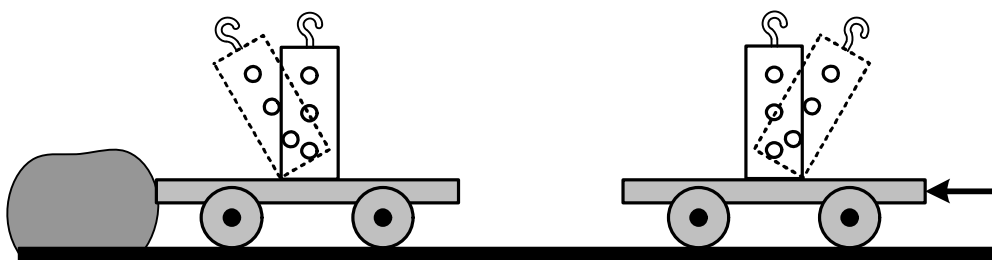

Рис. 3
1. Для демонстрації явища інерції можна скористатись візком з вертикально розташованим на ньому дерев'яним бруском (рис.3). Різким поштовхом приведіть візок в рух – брусок при цьому падає в сторону, протилежну рухові. Поверніть візок в попереднє положення, знову поставте на нього брусок і плавно надайте візку швидкості. Наштовхнувшись на перешкоду, візок зупиняється, а брусок падає вперед.